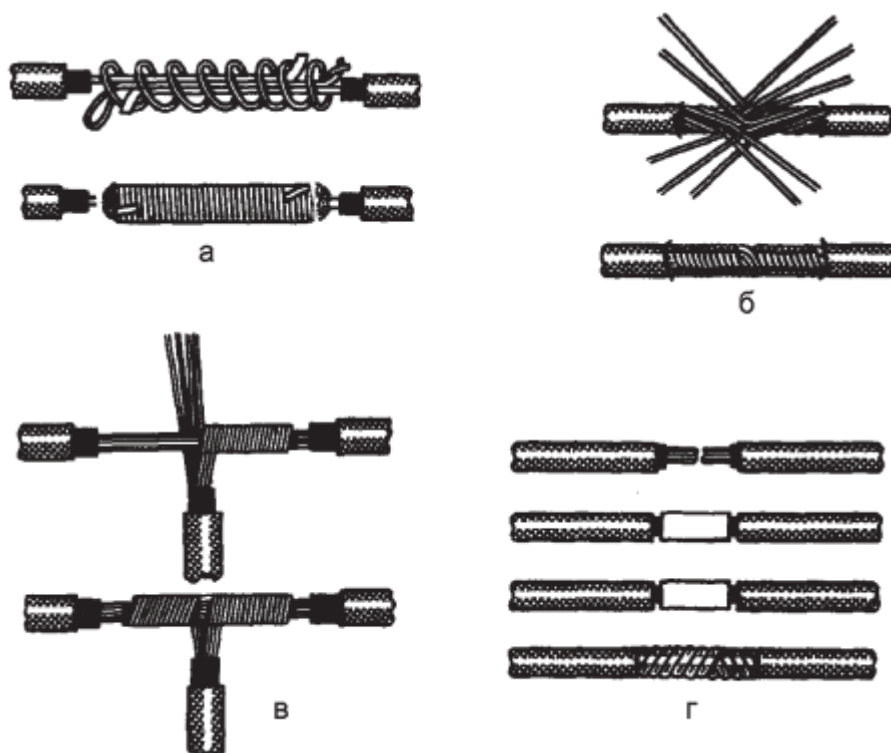

Рис. 14. Соединение и ответвление проводов: а – соединение однопроволочных
Соединение, ответвление медных проводов сечением до 10 мм2 рекомендуется выполнять скруткой с последующей пропайкой, причем медные однопроволочные провода площадью сечения до 6 мм2, а также многопроволочные с небольшими площадями сечений паяют по скрутке (рис. 13). Жилы с площадью сечения 6-10 мм2 соединяют бандажной пайкой (рис. 14 а), а многопроволочные провода – скруткой с предварительной расплеткой проволок (рис. 14 б). Длина мест соединений скруткой или бандажной пайкой должна составлять не менее 10–15 наружных диаметров соединяемых жил. Паяют свинцовооловянным припоем с использованием флюса на основе канифоли. Применять при пайке медных проводов кислоту и нашатырь не разрешается, так как эти вещества постепенно разрушают места пайки.
**Соединение опрессовыванием.** Широко используют метод соединения медных проводов опрессовыванием (рис. 14 г). Концы проводов зачищают на 25–30 мм, затем обертывают медной фольгой и опрессовывают специальными клещами типа ПК.